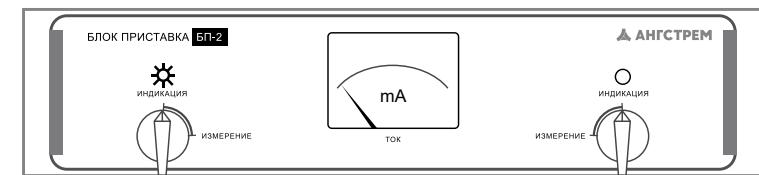

Рисунок 11
- при достижении в одной или обоих испытательных цепях тока 8...12mA засвятится соответствующий индикатор (или оба). При возникновении пробоя произойдет кратковременная вспышка индикатора и сработает защита по току (рисунок 11);